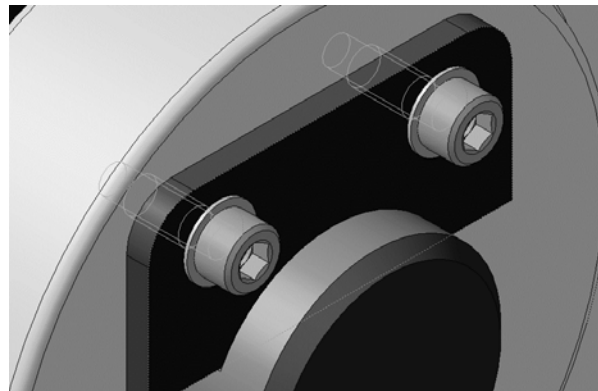

Рис. 108. Результат добавления второго Винта
10.2.12 Установите винт во второе отверстие (рис. 108).